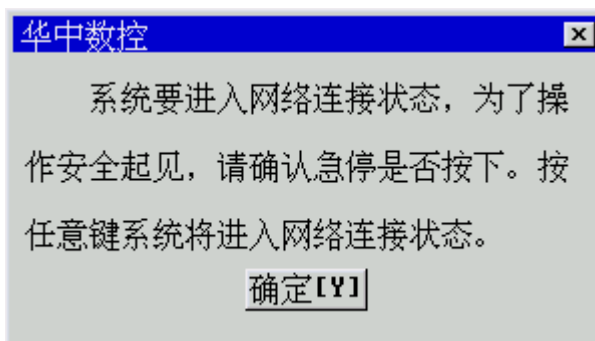

图 7.2.3 建立网络连接
- (5) 按 **Enter** 键，弹出如图 7.2.3 所示对话框；